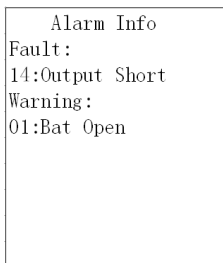

Рисунок 26 – Внешний вид пункта главного меню «Alarm»
● **«Others»** - установка прочих параметров ИБП (рисунок 26) (изменение параметров в данном разделе меню может быть произведено во всех режимах работы ИБП):
**9.1.5 «Alarm» - Сведения об авариях.** Пункт главного меню, содержащий сведения о последних аварийных ситуациях (рисунок 26). Кодовые обозначения аварийных и предаварийных ситуаций приведены в таблице 10.